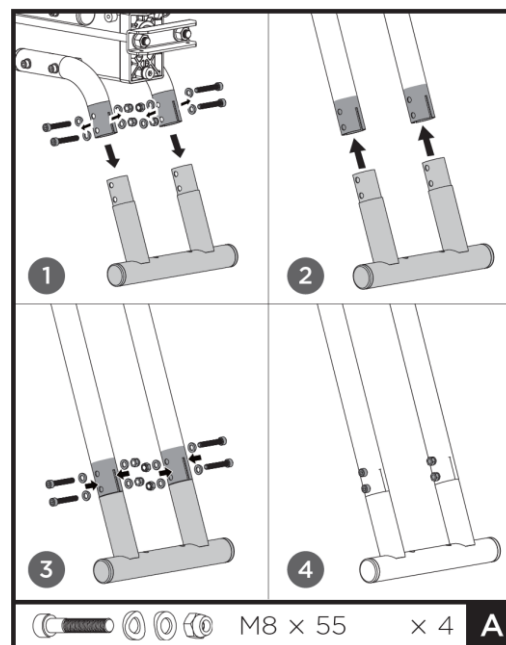

Fig. 4a
2. Inserire le due estremità della gamba anteriore nelle aperture più grandi dei tubi di collegamento (k). Ruotare leggermente i tubi per allineare i fori di montaggio. Fissare con bulloni M8x55, rondelle e dadi (A). Fare riferimento alla Fig. 4a.